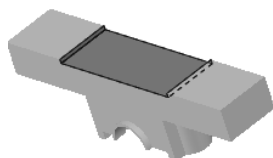
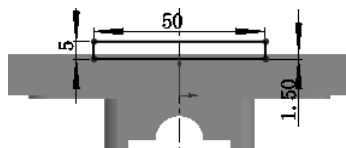

图 5.39.14 切除-拉伸 2
图 5.39.15 横断面草图 (七)
Step8. 创建如图 5.39.14 所示的特征切除-拉伸 2。横断面草图如图 5.39.15 所示。